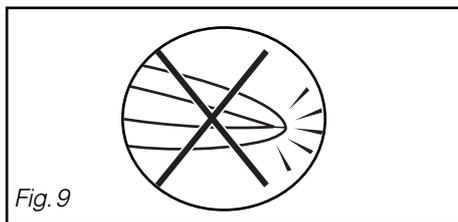

Fig. 9
Evitar qualquer dobra e/ou estrangulamento do tubo que poderiam impedir ou abrandar a passagem da água especialmente na altura de encastrar o aparelho debaixo da área (fig. 9).
*Aquando da instalação do tubo, puxar progressivamente de forma a não dobrá-lo (fig. 9). Evitar qualquer dobra ou estrangulamento do tubo que poderia impedir ou abrandar o escoamento da água.*